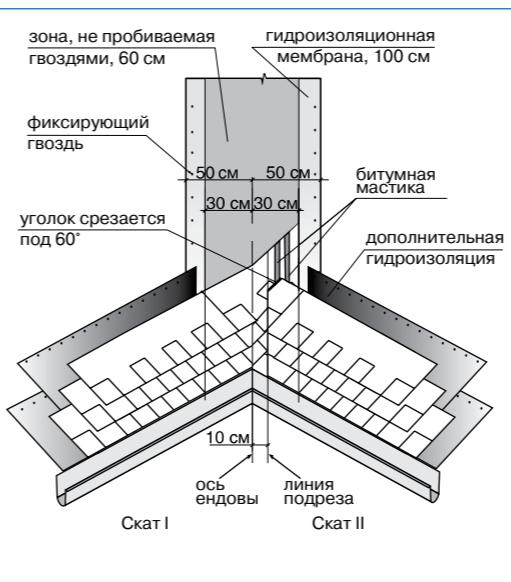

Рис. 3
Ендова (рис. 3)
- лист, подходящий к ендовой со ската II, должен доходить до линии подрезки и обрезаться по ней. Верхний уголок обрезанного края листа подрезается под углом 60° (5×3 см — рис. 3);